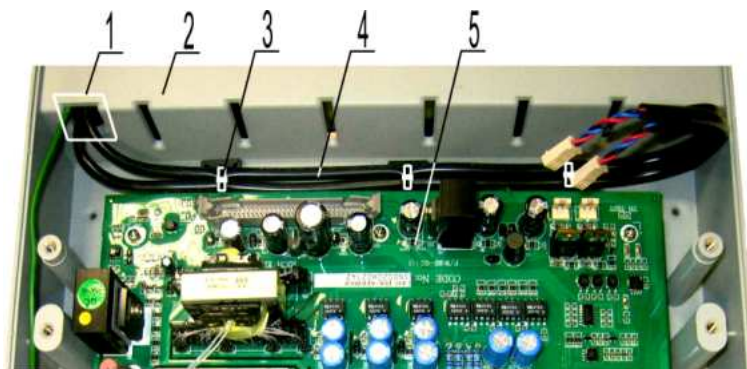

Рис. 7.16
7.6.4. Вытянуть жгуты из отверстия 1 (рис. 7.16). Проложить жгуты 4 на нижней части корпуса 2 между платой драйверов 5 и стенкой корпуса (рис. 7.16).
7.6.5. Закрепить жгуты тремя стяжками 3 к площадкам (рис. 7.16). Отрезать хвосты стяжек у замков .